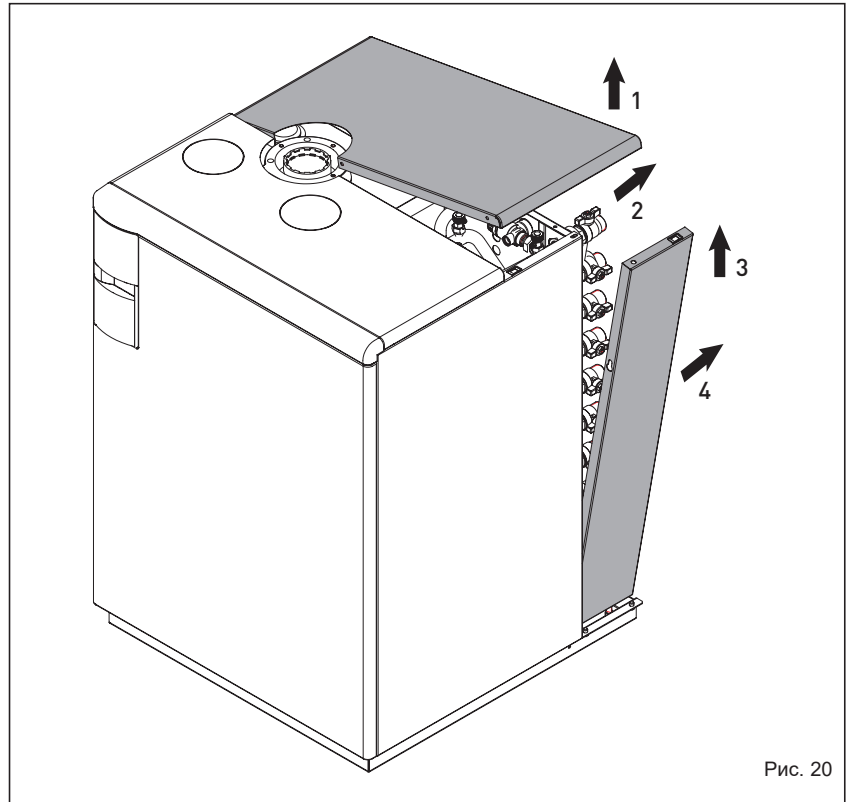

Рис. 20
4.4.1 Демонтаж боковой панели (Рис. 20)
Для проведения технического обслуживания моделей **ATLANTIS HM 30 T - 30/110 ErP** снимите боковую панель, как это показано на Рис. 20.